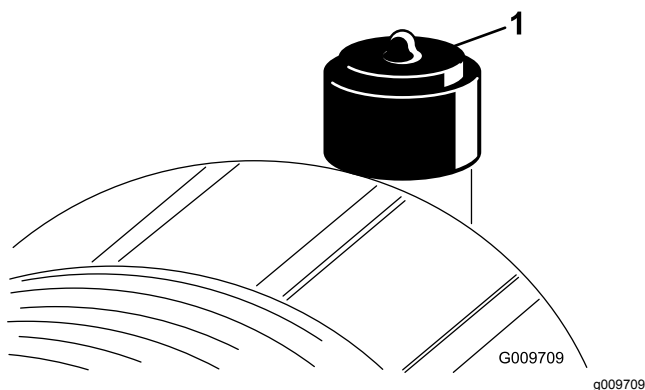

Figura 69
Faça a manutenção ao filtro de ar apenas quando o indicador de manutenção o exigir (Figura 69). Mudar o filtro de ar antes de ser necessário apenas aumenta a possibilidade de entrar sujeira no motor quando retira o filtro.
2. Reinicie o indicador (Figura 69) se este se apresentar vermelho.